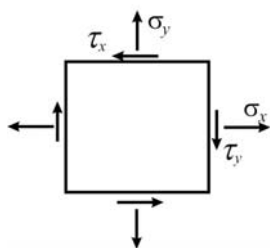

Рис. 2.17
**2.17. В некоторой точке тела  $\sigma_x = \sigma_y$ ,  $\tau_y = C$ . При каком значении напряжений  $\sigma_x$  напряженное состояние будет линейным (рис.2.17)?**